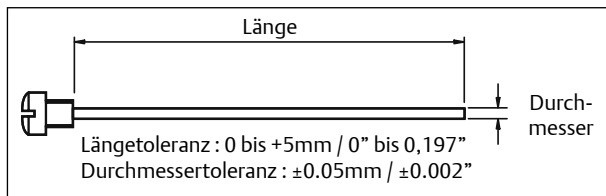

Abb. 6 SAFEKEY Abmessungen
(Kolben bewegen sich nach innen (Abb. 6).
- 3. Schieben Sie eine geeignete Hytork-Rückstellstange durch die Endkappe (Abb.6), und verschrauben Sie sie mit.
- Für XL 26 bis XL681 den Kolben (20).
7. Nach der ordnungsgemäßen Montage der Endkappen und SAFEKEYS entfernen Sie die Hytork-Rückstellstangen und montieren die Dichtungsschrauben (28) und Dichtungen (29).